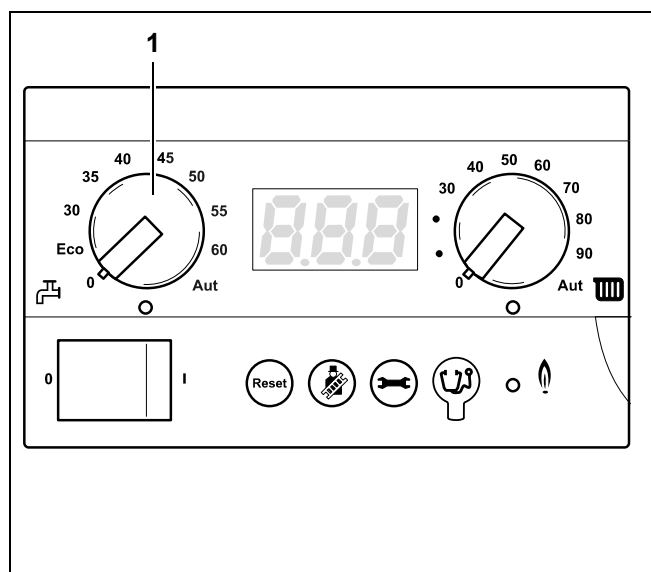

Fig. 18 Controler de bază BC10
- Specificați cu butonul rotativ "Apă caldă-valoare nominală" (Fig. 18, poz. 1) temperatura dorită a apei calde din boiler (vezi Tab. 4).